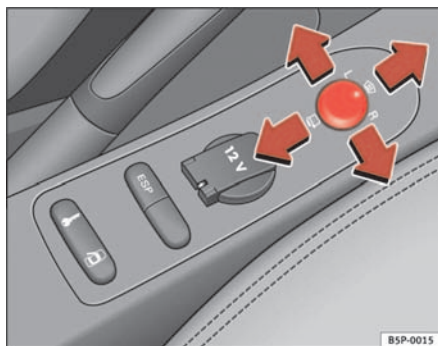

Fig. 89 Interruptor dos espelhos exteriores
1. Rodar o botão giratório ⇒ **fig. 89** para a posição **L (espelho retrovisor exterior da esquerda)**.
- Gire o comando para a frente, na posição central ⇒ **fig. 89** **1**, para que os retrovisores térmicos aqueçam e a função de vidro pára-brisas aquecível* na zona de repouso das escovas, fique activa ⇒ página 125.
- Rodar o botão ⇒ **fig. 89** para a posição  para dobrar os espelhos exteriores para dentro. Antes de entrar numa instalação de lavagem automática, dobrar sempre os espelhos exteriores para dentro, a fim de evitar danos.